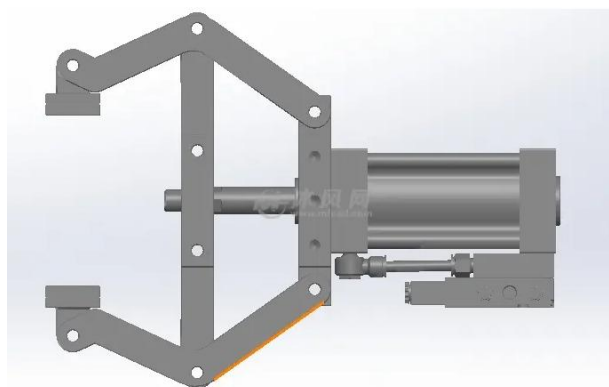

图 5 夹取机构示意图
(1) 夹取机构两侧有两根弯梁，通过中间的轴带动两根连杆驱动弯梁开合从而夹取物品，如图 5 所示。